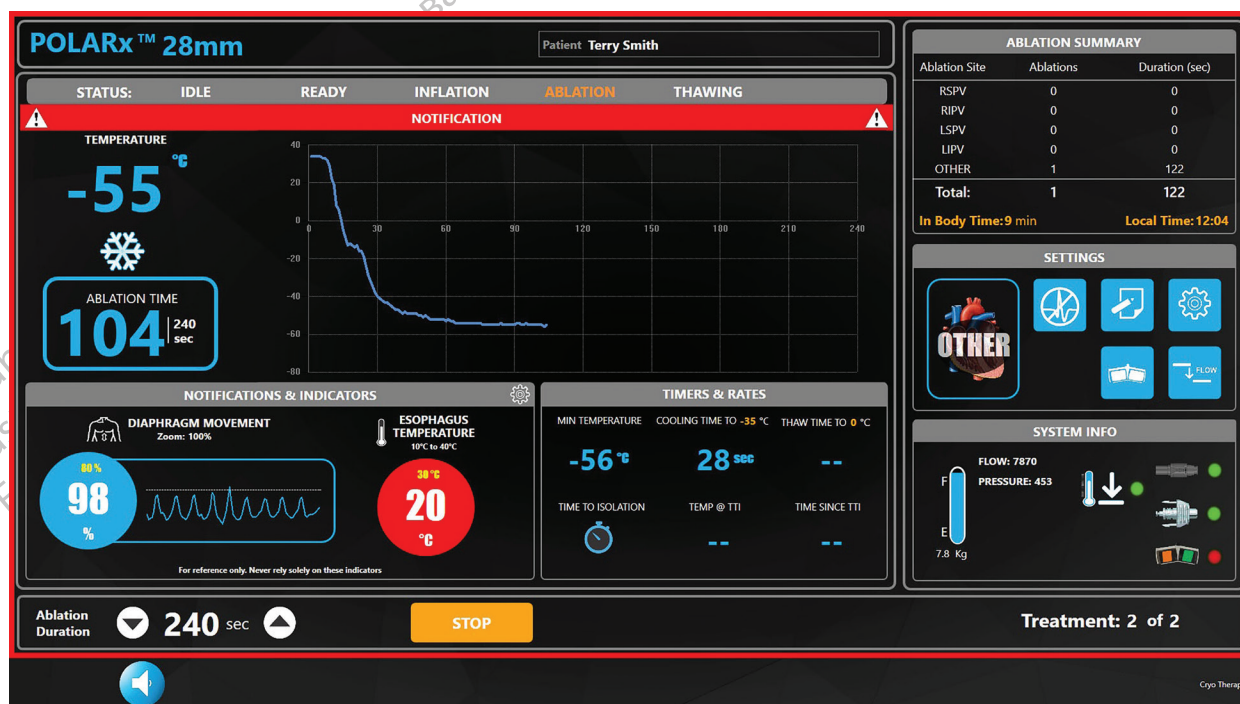

Figure 8. Alerte de Esophagus température (Température de l'œsophage)
- Sélectionner la valeur numérique située à côté de **Esophagus Temperature** (Température de l'œsophage). Régler le paramètre **Esophagus Temperature** (Température de l'œsophage) à la température souhaitée à l'aide des flèches vers le haut/bas. Sur l'écran de thérapie, lorsque la température atteint la valeur définie dans ce champ, la mesure de la **ESOPHAGUS TEMPERATURE** (Température de l'œsophage) clignote en rouge, le pourtour de l'écran clignote en rouge et la barre de titre du graphique de température clignote en rouge avec une alerte sonore (Figure 8). Cette alerte peut s'afficher pendant les phases d'**INFLATION** (Gonflage), d'**ABLATION** et de **THAWING** (Décongélation).